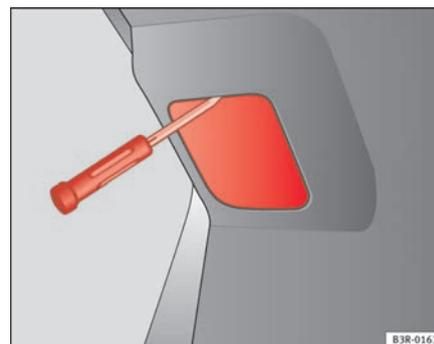

Fig. 215 Retirar a cobertura da mala da bagageira
- Introduza a chave de parafusos na ranhura a partir de cima ⇒ página 279, fig. 215 e extraia a cobertura fazendo alavanca.